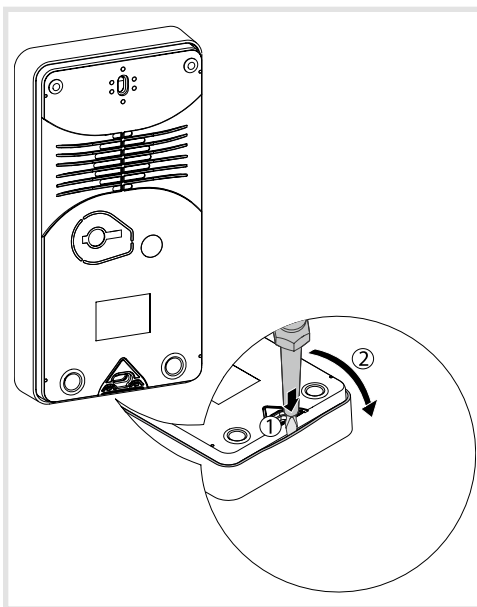

Bild 5: Erste Öffnung 2
(14) Schraube Torx T10
- Erstmaliges Öffnen des Gerätes: Schlitzschraubendreher mit 4 mm Klinge vorsichtig ca. 2 mm zwischen Montagesockel und Gehäuserand schieben. Montagesockel und Gehäuse mit vorsichtigen Hebelbewegungen voneinander trennen (Bild 5).